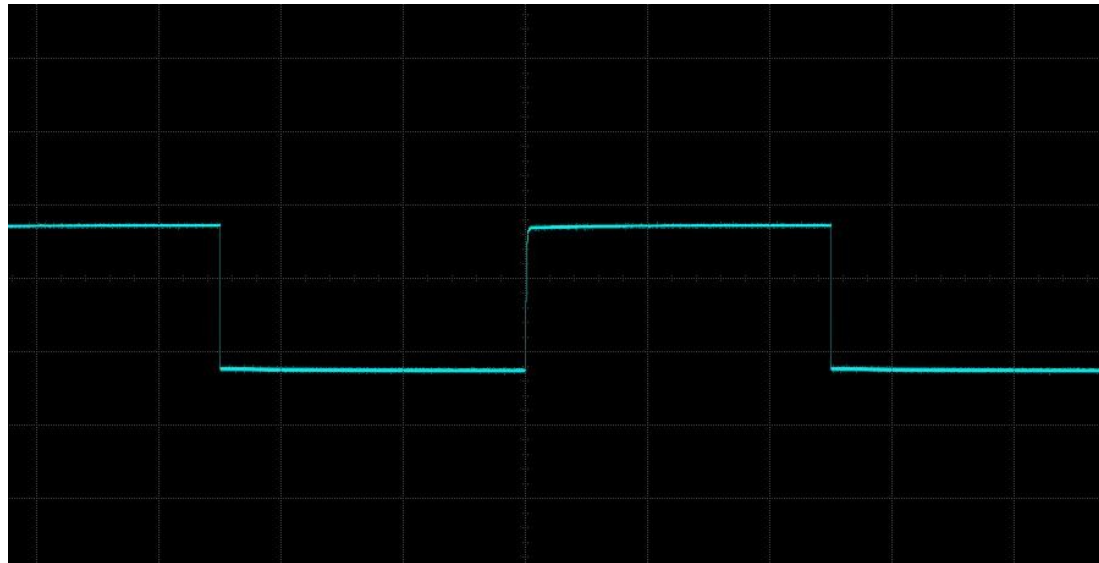

Abbildung 2-12 Messspitzenkompensation
- 4) Tippen Sie auf die Schaltfläche „“ oder stellen Sie die vertikale Empfindlichkeit und die horizontale Zeitbasis der Wellenform manuell ein. Beobachten Sie die Wellenform. Wie in Abbildung 2-12 dargestellt.